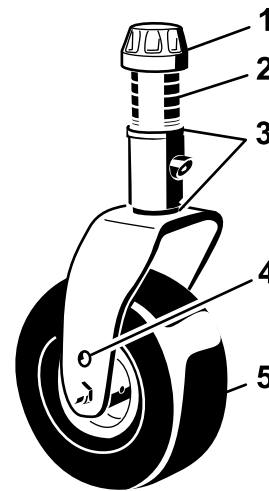
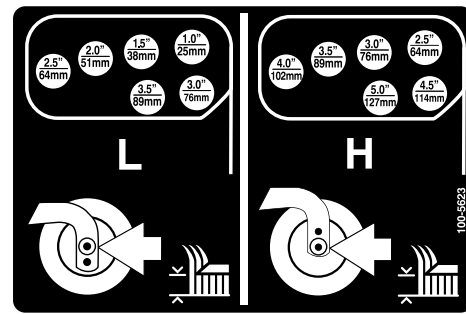
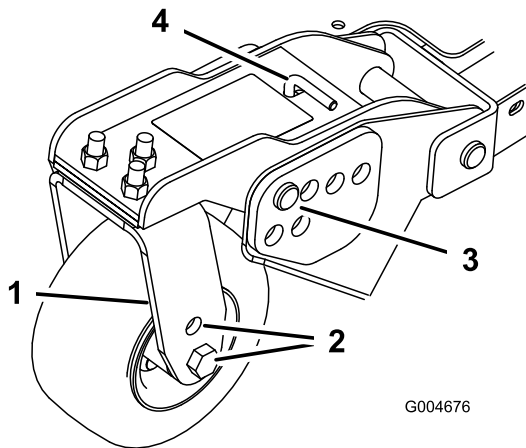

Figura 23
Figura 26
Figura 25
- Posizionate gli assali delle ruote orientabili negli stessi fori di tutte le forcelle (Figura 23 e Figura 25).
- Togliete il cappuccio di tensione dall'asse del perno ed estraete il perno dal braccio della ruota orientabile (Figura 23).
- Togliete la coppiglia ed i perni con testa dai bracci di rotazione delle ruote orientabili (Figura 25).
- Girate il tenditore per alzare o abbassare il braccio di rotazione finché i fori non sono allineati con i fori della staffa dell'altezza di taglio selezionati, nel telaio del piatto di taglio (Figura 25 e Figura 26).